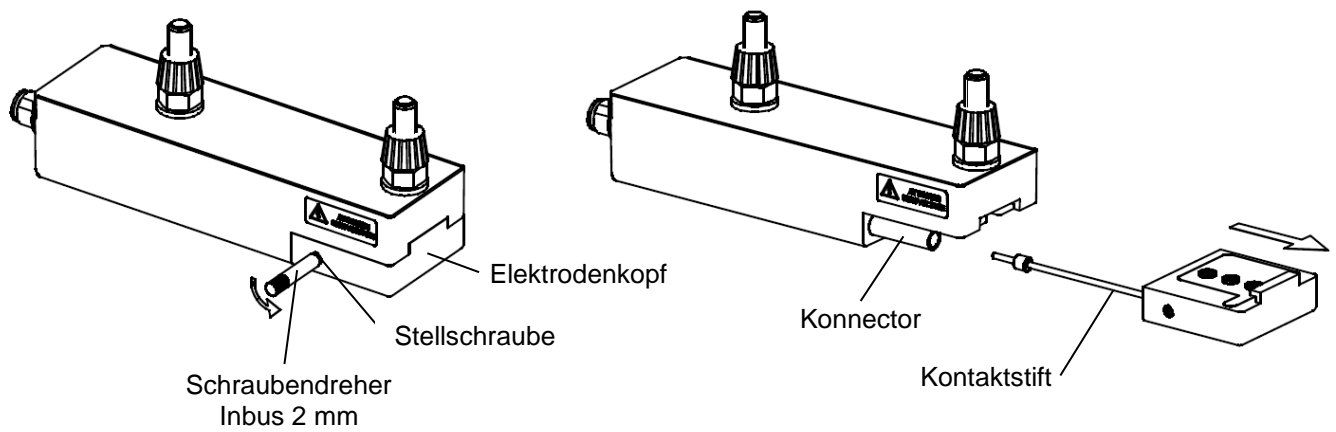

Abbildung 6, Standard niedriger Elektrodenkopf ersetzen
- 2 Schieben Sie den Elektrodenkopf vom *Perfomaster* ab (siehe Abbildung 6).